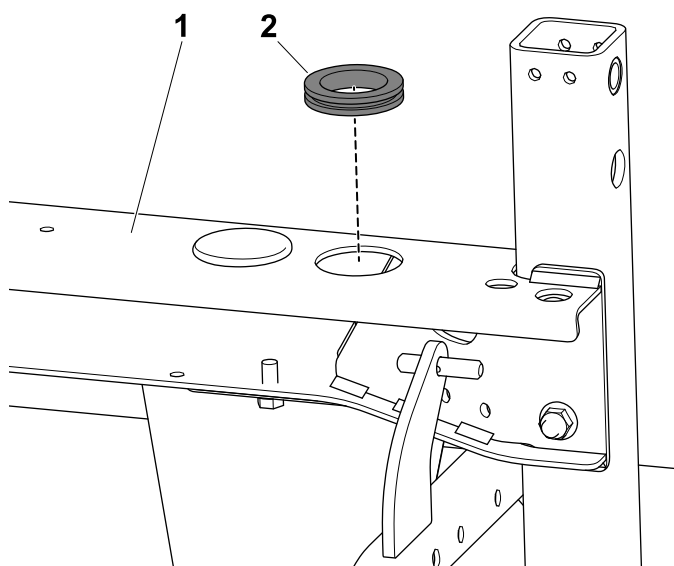

Figura 25
4. Instale o olhal na estrutura (Figura 25).